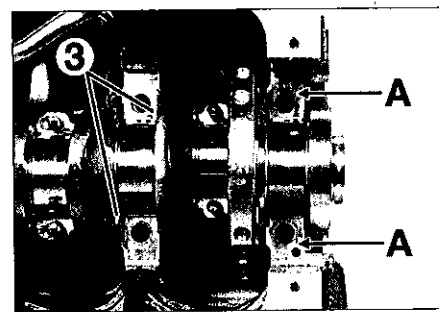

FIG.54
- Placer de chaque côté du palier n°2 (côté volant moteur), les cales de réglage (3) du jeu axial avec la face rainurée côté vilebrequin (Fig.54).
- Mettre de la pâte d'étanchéité sur la surface d'appui du palier n° 1 en (A) (Fig.54).